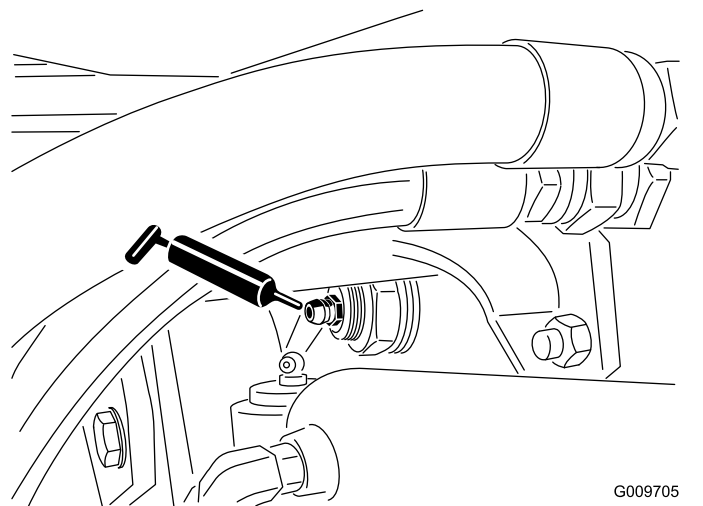

Figura 44
- Casquillos de pivote de eje trasero (2) tal y como se muestra en la Figura 44